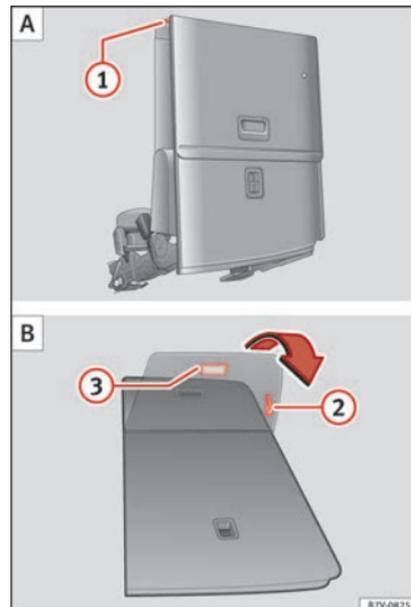

Fig. 162 Troisième rangée de sièges : rabattez le siège arrière pour procéder au chargement A puis le replacer B.
- Si nécessaire, tirez sur le levier »» fig. 162 ❷ pour déplacer la banquette vers la position souhaitée.
- Une fois la banquette rabattue, personne (ni adulte ni enfant) ne pourra voyager à cette place »» ❸.
- Retirez les objets du plancher devant et derrière le siège arrière »» ❶.
- Tirez le levier »» fig. 162 ❶ vers le haut et rabattez le dossier entièrement vers l'avant. Le siège arrière se rabat vers l'avant »» ❷ et le coussin d'assise se déplace également vers l'avant.
- Tirez sur la poignée »» fig. 162 ❷ pour remettre la plage du siège.
- Tirez sur la poignée »» fig. 162 ❸. L'ensemble du siège se déplie vers l'arrière.